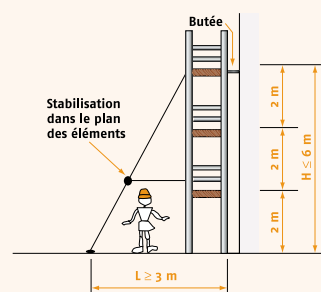

fig.10. Échafaudage de très faible importance, non recouvert. La stabilisation par béquilles est possible si $H \leq 6$ m et $L \geq 3$ m
- ▀ stabilisation par béquilles (fig. 10) (hauteur maximum 6 mètres L ≥ 3 mètres et si non recouvert) OUI NON